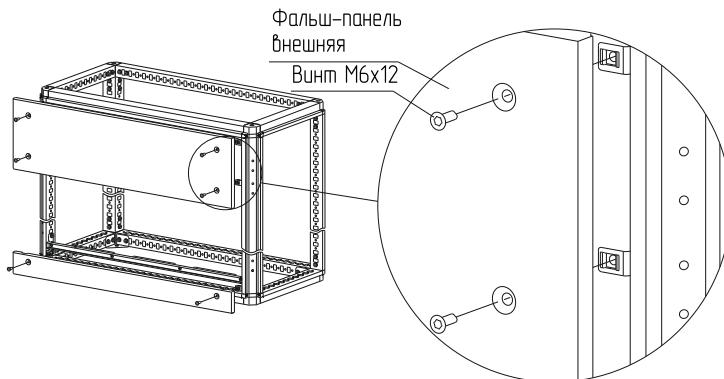

Рисунок 53
4.27.4 Закрепите фальш-панели внешние компенсирующие винтами M6×12 (рисунок 53), момент затяжки – 7 Н·м.